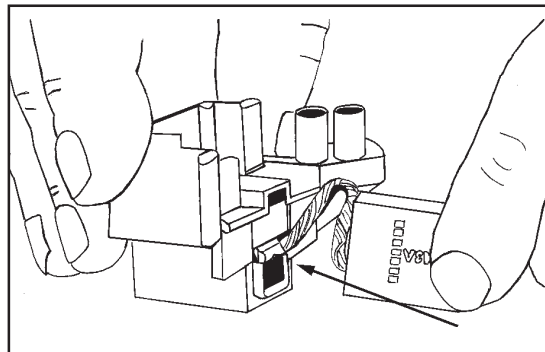

Figure 16
7. Pour installer un balai neuf, acheminez le fil de dérivation autour de la borne en passant par le ressort et le guide du porte-balai. Prenez garde à ne pas endommager le ressort. Voir Figure 16.